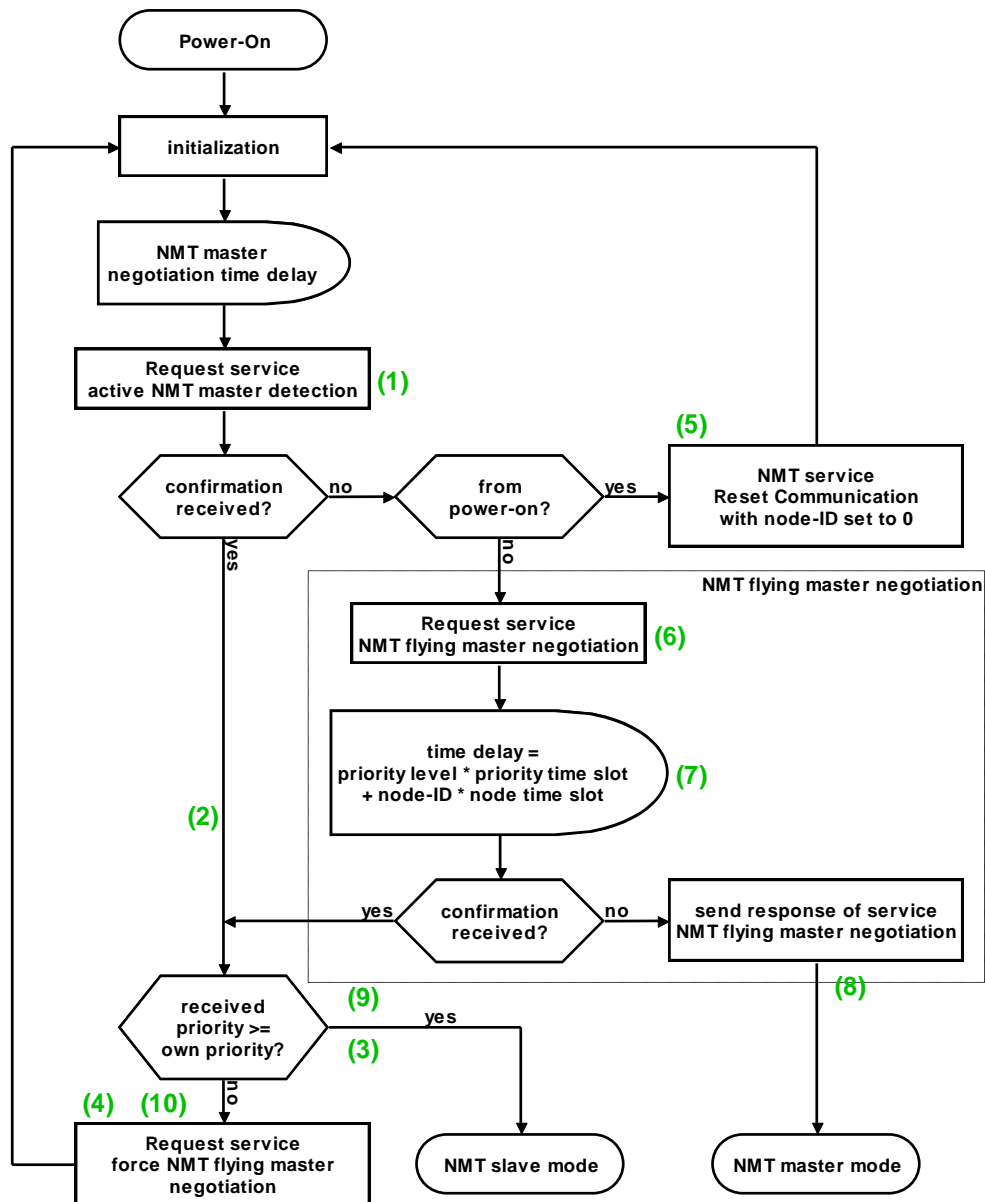

Abbildung 3: Funktionsprinzip des Flying Master
Funktionsprinzip (siehe Abbildung 3):
- (5) Befindet sich nach Punkt (1) kein aktiver NMT Master im CANopen-Netzwerk, dann empfängt der zugeschaltete Flying Master keine Antwort auf den Service *Active NMT Master Detection*. Wird diese Situation direkt nach dem Power-On des Flying Master Gerätes erreicht, dann sendet dieses Gerät das NMT Kommando *Reset Communication* für alle Geräte im CANopen-Netzwerk und setzt seine eigene State Machine (siehe Abbildung 3) zurück zum Anfang: (1).
- (6) Erreichte der Flying Master jedoch diese Situation in Punkt (5) nicht direkt nach dem Power-On, sondern erst nach einem vorigen Neustart der State Machine, dann sendet der zugeschaltete NMT Master den Service *NMT Flying Master Negotiation*.